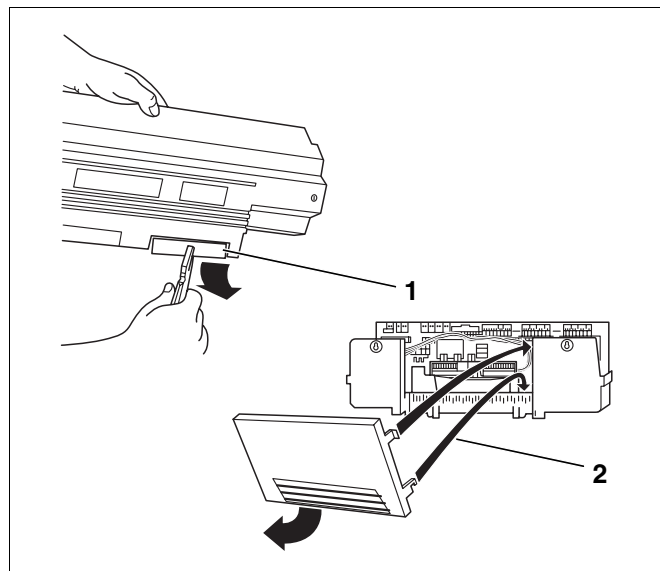

Abb. 61 Kabeldurchgang vorbereiten
- Ausbrechteile (Abb. 61, **Pos. 1**) wenn nötig in der Rückwand des Kabeldurchganges (Logamatic 33xx) herausbrechen bzw. Rückwandteil (Logamatic 43xx) abnehmen (Abb. 61, **Pos. 2**).
- Rückwandteil (Logamatic 43xx) mit dem unteren Haken in den Schellenrahmen einhängen und dann oben beidrücken, bis die seitlichen Haken einrasten (Abb. 61, **Pos. 2**).